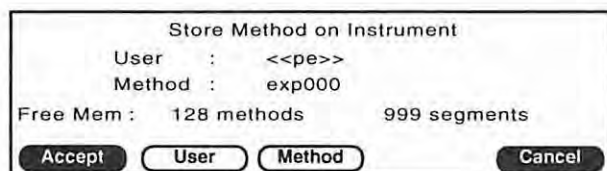
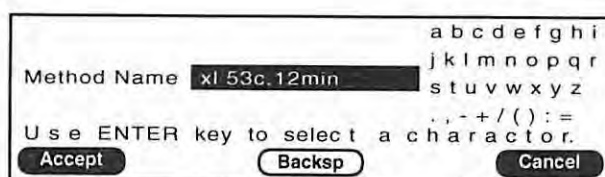

Fig. 2-25 メソッドファイル保存スクリーン I
Fig. 2-26 メソッドファイル名入力スクリーン
1. メソッドファイル作成スクリーン(Fig.2-9, 17)から、**F2**-Storeを押してください。メソッドファイル保存スクリーン I (Fig. 2-25)が表示されます。
3. メソッドファイル保存スクリーン I (Fig. 2-25)から **F3**-Method を押してください。メソッドファイル名入力スクリーン(Fig. 2-26)が表示されます。
5. メソッドファイル名を入力したのち、**F1** -Accept を押してください。メソッドファイル保存スクリーン I (Fig. 2-25)が再表示されます。入力した名前が Method Name フィールドに表示されます。
9. メソッドファイル保存スクリーン I (Fig. 2-25)に戻り、User に選択したユーザーファイル名が表示されます。